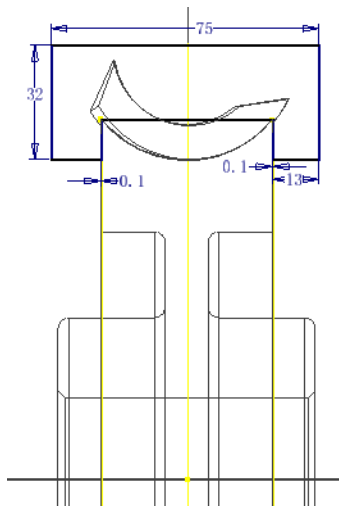

图 8-54 建立拉伸草图
①在原始坐标系的 XZ 平面新建草图，单击【草图】标签栏【绘图】面板的【直线】工具按钮，绘制如图 8-54 所示的封闭几何图形以作为拉伸的截面轮廓，并利用【尺寸】工具进行标注和修改尺寸值。